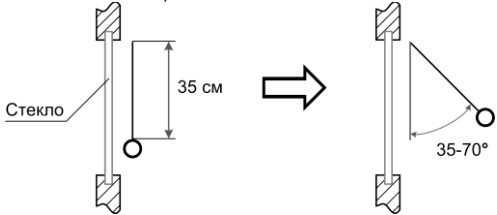

Рис.6 Тестирование извещателя
3) Произвести проверку ВЧ канала извещателя, для чего нанести в наиболее удаленной части охраняемого стекла тестовый (неразрушающий) удар испытательным стальным шаром: Испытательный стальной шар диаметром 21-22 мм, массой 32-48 г, подвешенный на нити длиной 35 см, разместить непосредственно у стекла, не касаясь его (рис.6).